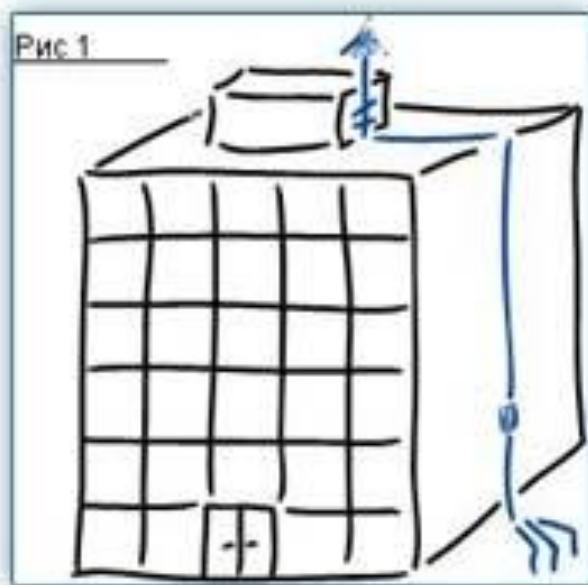

Рисунок 1.1 – Молниеотвод E . S . L . E . C .
- одна или две точки заземления для проводки и рассеивания тока молнии (рисунок 1.1)